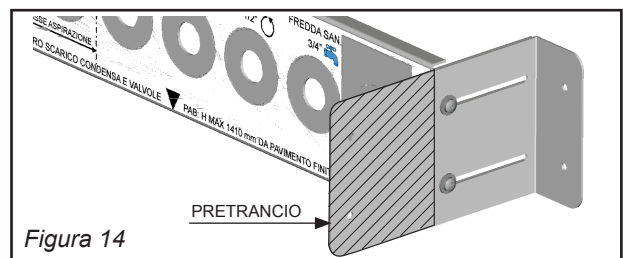
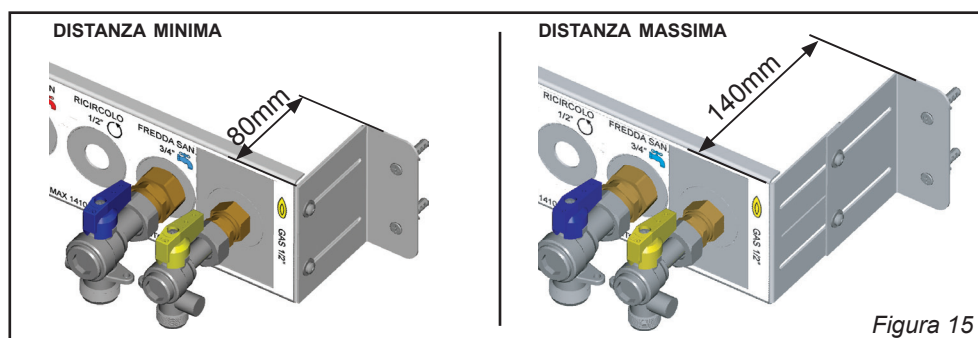

Figura 14
Figura 15
- 2) tubi esterni: per questa particolare applicazione deve essere asportata la parte dell'angolare rappresentato in figura 14. Questa configurazione permette la regolazione della distanza della dima dal muro da un minimo di 80mm ad un massimo di 140mm (figura 15).